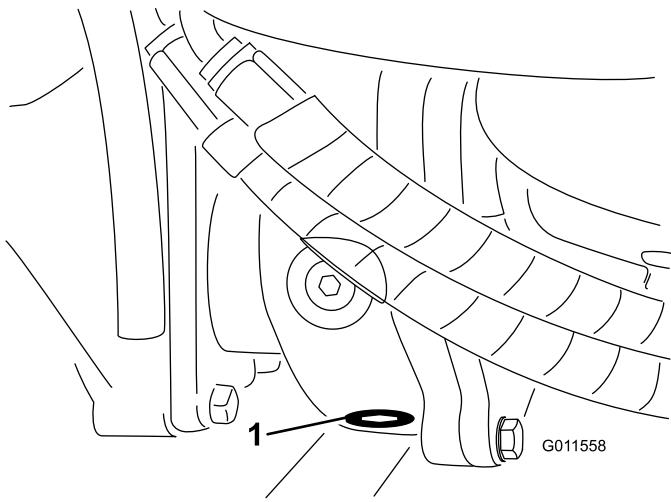

Figura 63
5. Limpe a zona em redor do tampão de escoamento no fundo da caixa de engrenagens (Figura 63).